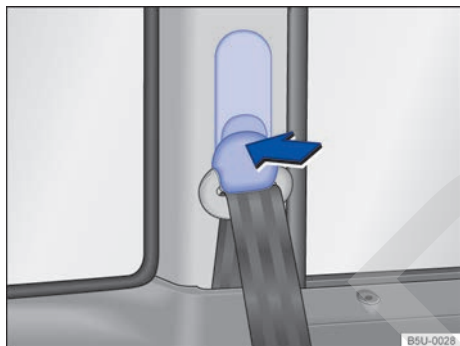

Fig. 54 Junto a los asientos delanteros: regulador de la altura del cinturón de seguridad.
- Presione el dispositivo regulador en el sentido de la flecha y manténgalo presionado ⇒ fig. 54.